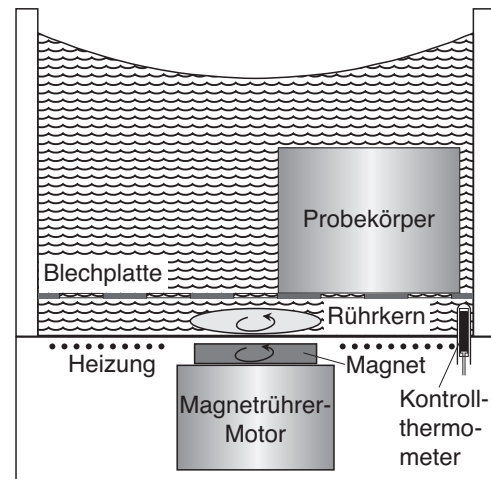

Abb. 10: Temperierbad mit Magnetrührer. Als Temperierflüssigkeit wird ausschließlich vollentsalztes Wasser verwendet.
Im Temperierbad (Abb. 10) ergibt der innige Kontakt des zu temperierenden Gegenstandes mit einer Flüssigkeit die beste Wärmeübertragung. Dazu muss die Flüssigkeit so stark gerührt werden, dass die Strömung tur-
- Messen Sie die Wassertemperatur. **VORSICHT VERBRÜHUNGSGEFAHR!!!** Falls Sie kein passendes Thermometer haben, bestimmen Sie die Siedetemperatur  $\theta_{\text{S}}$  mit der Hilfe der Dampfdruckkurve des Wassers (vgl. Abb. 10, Anleitung GAS). Dafür benötigen Sie den aktuellen Atmosphärendruck in München (vgl. <https://www.wetterdienst.de/Deutschlandwetter/Muenchen/Aktuell/>).